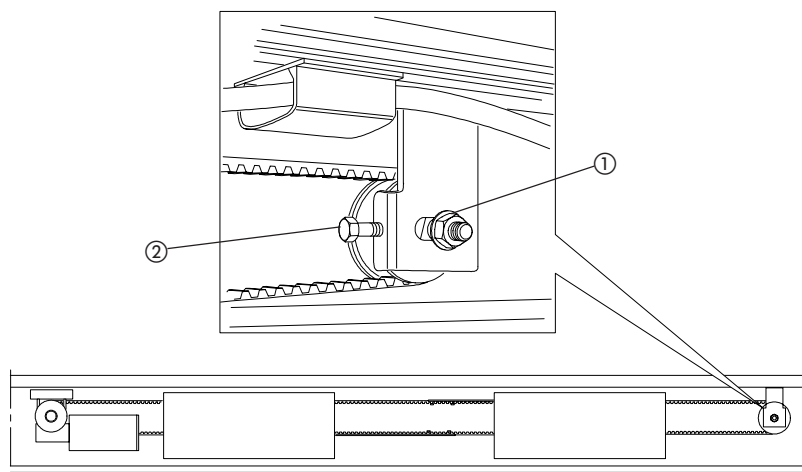

fig. 33
•Haal de moer los (fig. 33 ref. ①).
•Draai de bout (fig. 33 ref. ②) vaster om de riem te spannen, of losser om de riem te ontspannen.